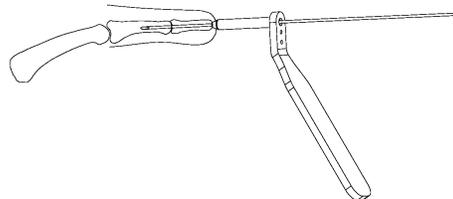

図1
- 1) 関節部の整備後、1.0 ガイドピンを1.0 ガイドピン用ガイド (S) を用いてイメージインテンシファイヤー（X線透視）で確認しながら適位深さまで刺入し、スクリュー下孔を作製します。（図1）